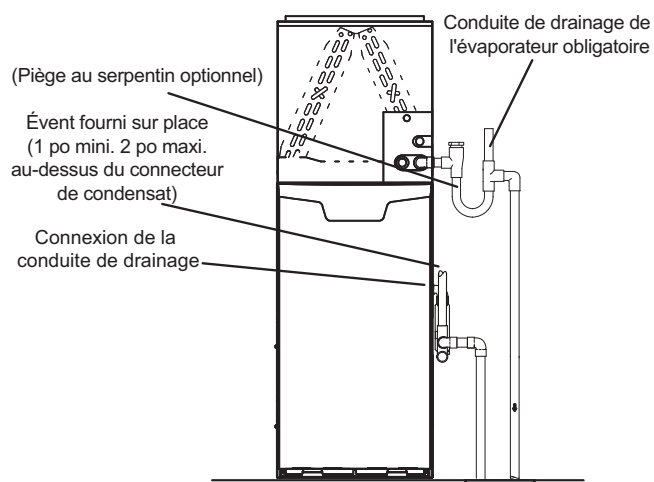
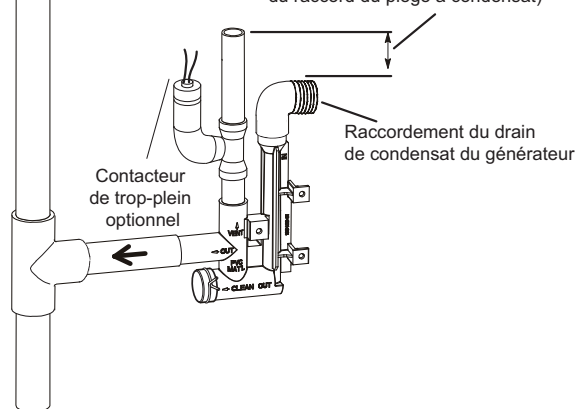
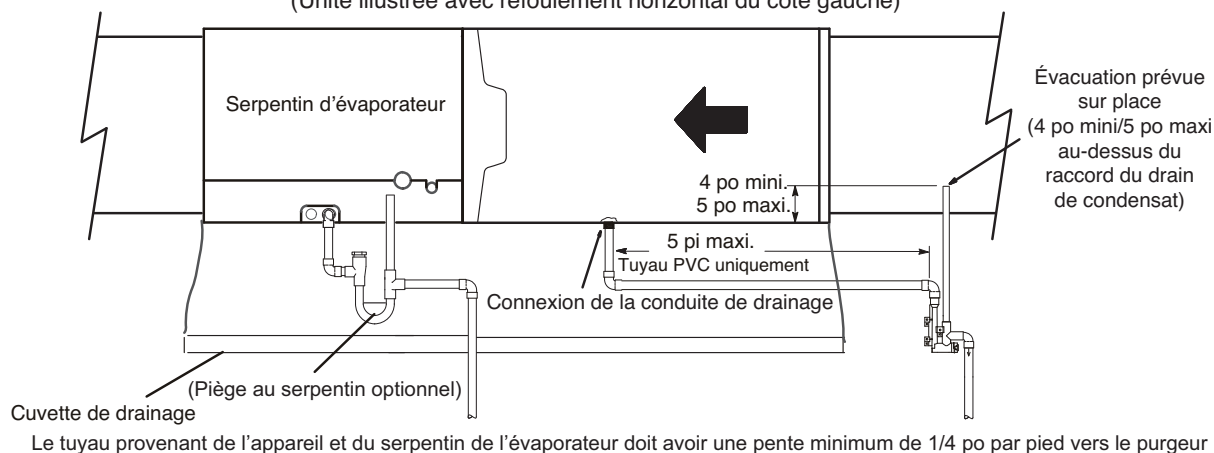
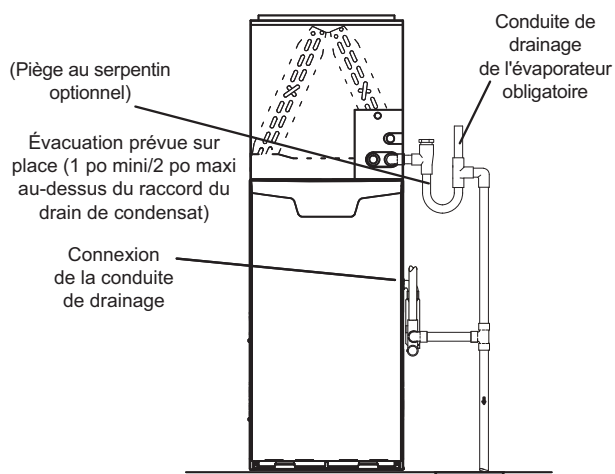

FIGURE 50
FIGURE 49
FIGURE 51
FIGURE 52
- 5 - La FIGURE 50 et la FIGURE 51 montrent l'appareil et le serpentin d'évaporateur utilisant un drain séparé. Si nécessaire la conduite de condensat de l'appareil et celle du serpentin d'évaporateur peuvent s'écouler ensemble. Voir la FIGURE 49, la FIGURE 52 (circulation ascendante) et la FIGURE 53.